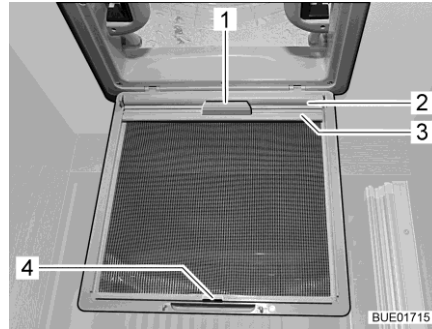

Fig. 29 Store occultant (lanterneau)
- Tirer le store occultant (Fig. 29,2) par la poignée (Fig. 29,1) et accrocher la baguette de support (Fig. 29,3) dans le crochet (Fig. 29,4) sur la moustiquaire.
- Enlever la baguette de support (Fig. 29,3) de sur le crochet (Fig. 29,4) et faire lentement redescendre le store occultant (Fig. 29,2) en le tenant par la poignée (Fig. 29,1).